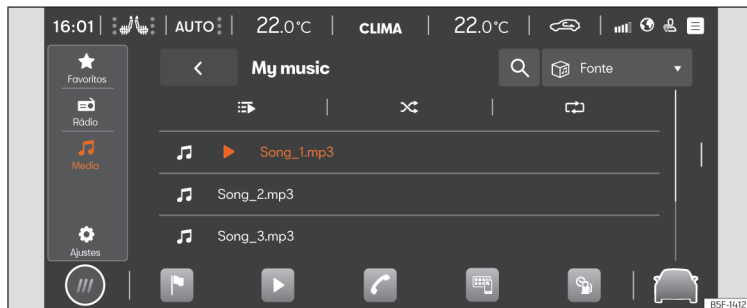

Fig. 176 Representação esquemática: Vista Multimédia.
- Pressione **HOME** > ► > 🎵 >>> **Fig. 176**.